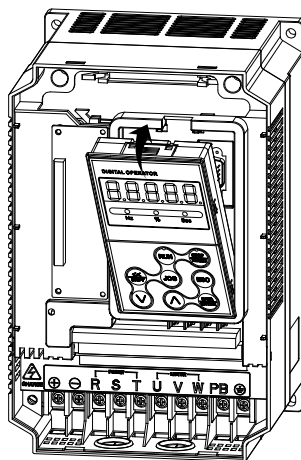

图 2-5 键盘安装图示
- 键盘的安装：先将键盘的底部固定在变频器键盘安装槽的下方，用手指按住顶部后往里推，听到“咔”声后即可；如图 2-5 所示。